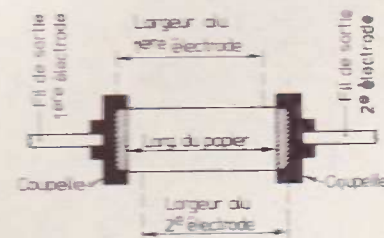

Fig. 3
- Les feuilles de papier sont un peu moins larges que les feuilles d'aluminium qui sont décalées, l'une vers la droite, la seconde vers la gauche (fig. 3). Les sorties sont soudées chacune sur une coupelle qui est enfoncée à force sur le bobinage. Ainsi toutes les spires des électrodes sont en contact avec les coupelles. Le condensateur est non inductif et sa résistance série est faible. C'est ainsi que sont fabriqués, entre autres, les condensateurs d'antiparasitage.